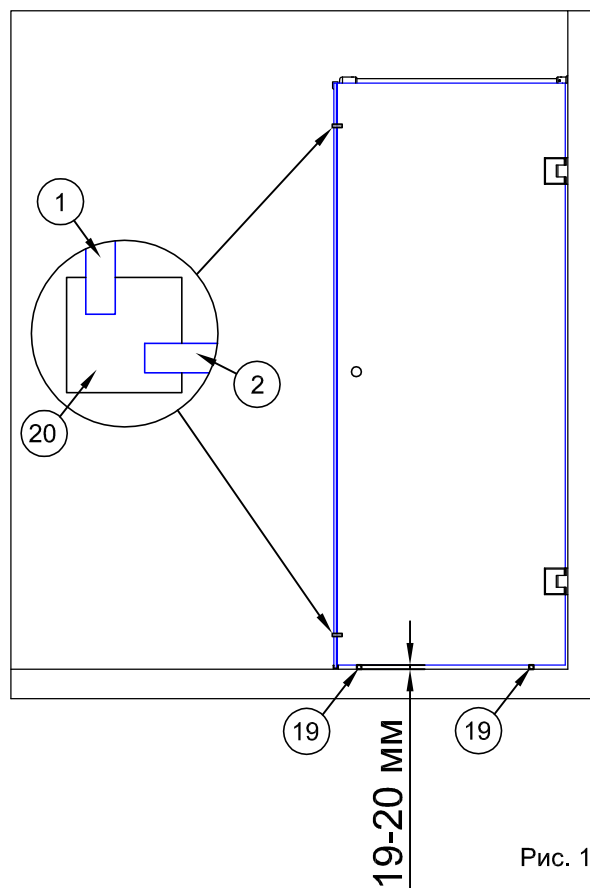

Рис. 14
4.2. На пол в местах установки двери положить технологические дистанционные прокладки №19 толщиной 19-20 мм для обеспечения необходимого зазора между дверью и полом (рис.14).
4.3. Для обеспечения необходимого зазора между дверью и боковой стенкой одеть два шаблона №20 (рис.14). При помощи уровня обеспечить исключительно вертикальное положение дверей.